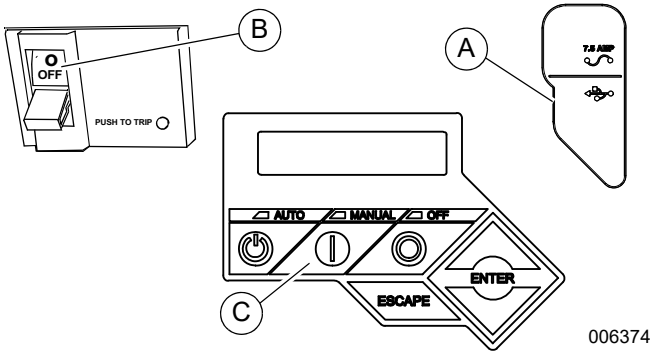
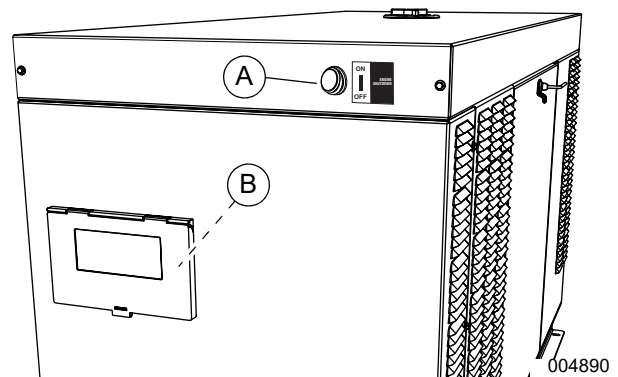

Figura 3-5. Panel de control del generador
Figura 3-6. Interruptores de desconexión auxiliar
- 1. Consulte la Figura 3-5. Jale la aleta de goma que cubre el portafusible hacia arriba y verifique la instalación del fusible de 7,5 A (A).
- 2. Ajuste el MLCB (Main Line Circuit Breaker, disyuntor de la línea principal) en OFF (ABIERTO) (B).
- 3. Verifique que ambos interruptores de desconexión auxiliar estén ENCENDIDOS (I). Consulte la Figura 3-6 para conocer las ubicaciones.
- 4. Presione MANUAL en el panel de control (C) para arrancar el motor. Se enciende una luz LED azul para verificar que el sistema está en MANUAL.
Consulte la Figura 3-6. Los generadores de 15 kW y mayores cuentan con dos interruptores de desconexión auxiliar. Uno de los interruptores de desconexión auxiliar (A) se encuentra en el techo del generador y a la derecha de la ventana de visualización. El segundo interruptor de desconexión auxiliar (B) está dentro del gabinete del panel de control.
Consulte la Figura 4-1. El panel de control está ubicado detrás de la ventana de visualización en la parte posterior de la unidad. Consulte la Figura 3-5 y la Figura 3-6.